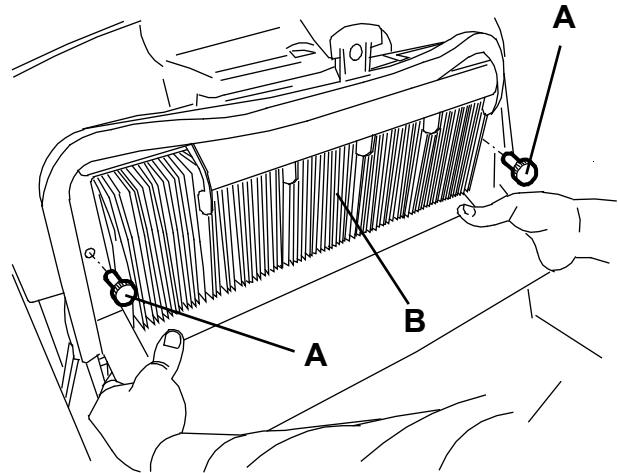
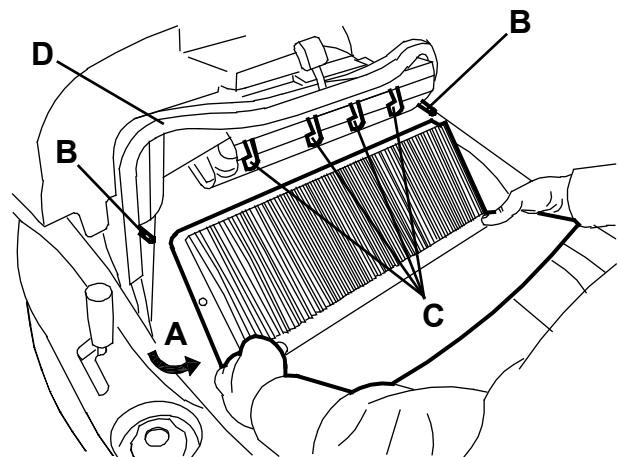
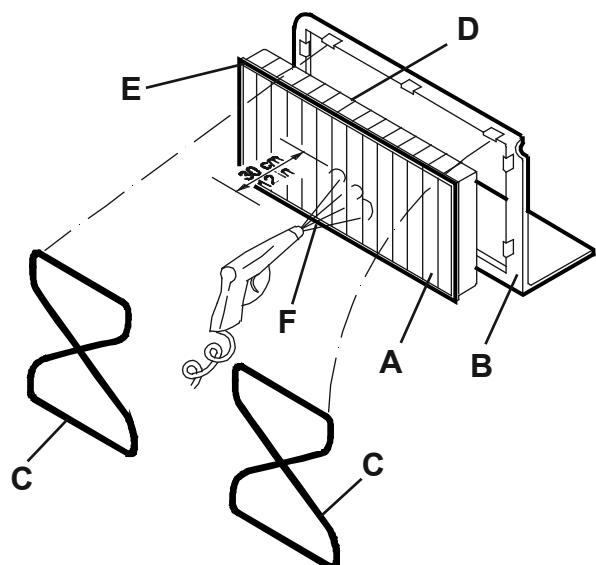

Abbildung 8
Abbildung 9
Abbildung 10
2. Hauptschalter (1) auf 0 stellen.
3. Abfallbehälter (9) abnehmen.
4. Knöpfe (A, Abb. 8) lösen.
5. Staubfilter (B) wie auf der Abbildung dargestellt festhalten.
6. Staubfilter, um ihn von den Bolzen (B) zu lösen, in Pfeilrichtung (A, Abb. 9) drehen und abnehmen. Filter absenken, um ihn von den Klammern (C) des Filterrüttlers zu lösen.
7. Die 2 Gummibänder (C) aushängen und Filter (A, Abb. 10) vom Rahmen (B) abnehmen.
8. Den Filter in geeigneter Umgebung unter freiem Himmel reinigen: Die der Dichtungsseite (E) gegenüberliegende Seite (D) auf eine ebene und saubere Oberfläche klopfen. Reinigung mit einem senkrechten Druckluftstrahl (F) mit maximal 6 bar abschließen: Druckluftstrahl im Abstand von mindestens 30 cm ausschließlich auf die Dichtungsseite (E) richten.
9. Die gesamte Auflagefläche der Gummidichtung (E) des Filters reinigen und prüfen, ob sie unversehrt ist und die Dichtigkeit gewährleistet. Gegebenenfalls Filter austauschen.
10. Die gesamte Auflagefläche der Abfallbehälterdichtung (D, Abb. 9) reinigen und prüfen, ob sie unversehrt ist und die Dichtigkeit gewährleistet. Gegebenenfalls austauschen.
Beim Filtereinbau muss die Dichtung (E, Abb. 10) in die auf der Abbildung gezeigte Richtung weisen.